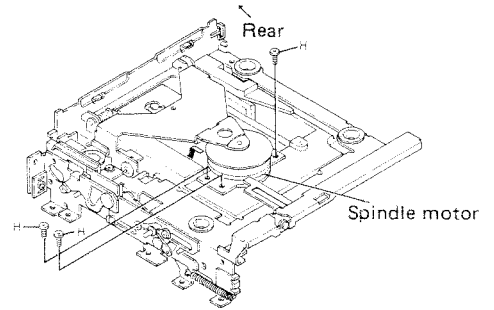

Fig. 18
• **Spindle Motor Removal (Fig. 18)**